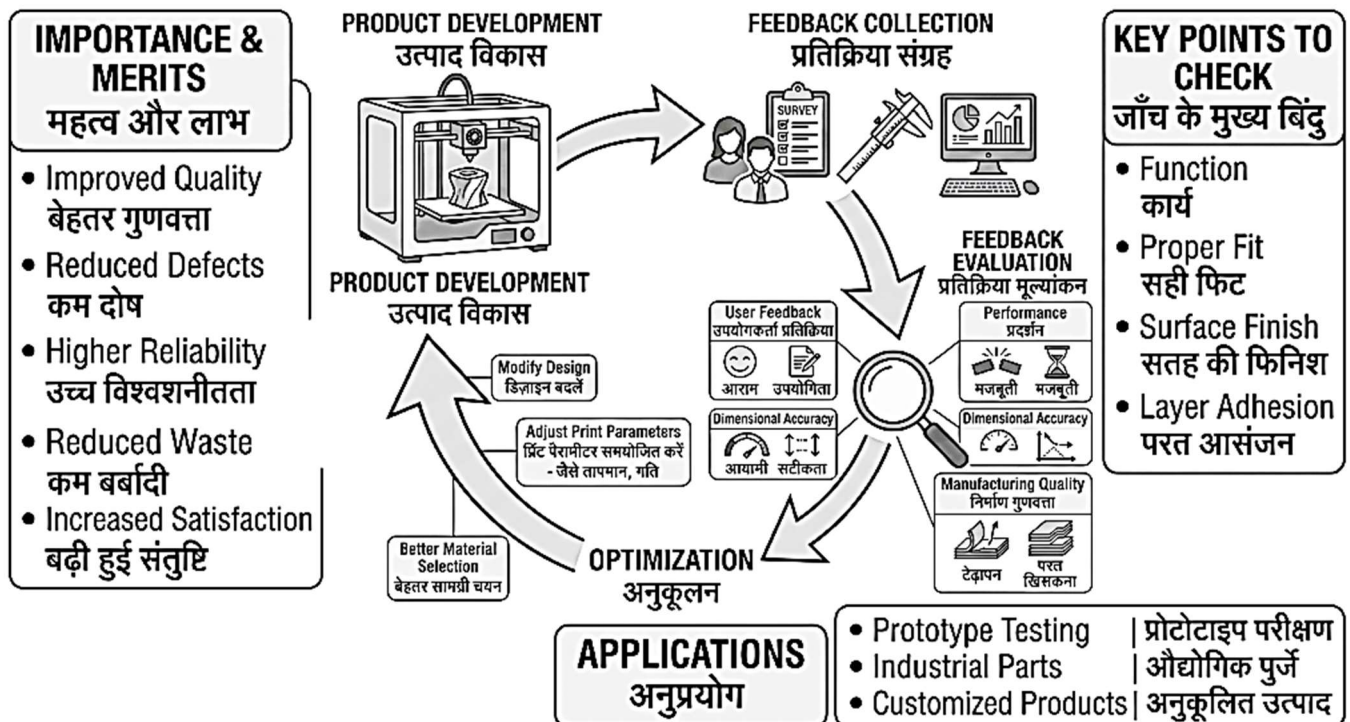

Fig. 15.4: Feedback Evaluation and Optimization Cycle in Product Development | उत्पाद विकास में प्रतिक्रिया मूल्यांकन और अनुकूलन चक्र
15.4.1 Definition and Meaning of Feedback in Product Development (Fig. 15.4)
15.4.1 उत्पाद विकास में फीडबैक की परिभाषा और अर्थ (Fig. 15.4)